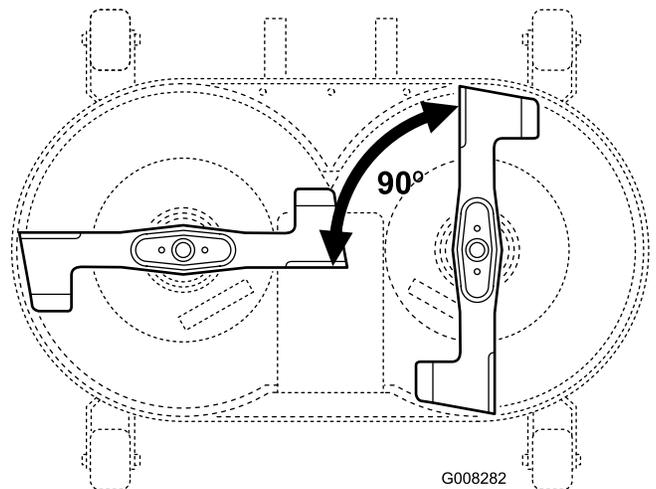

Figure 43
- Placez les lames à 90° l'une de l'autre (Figure 43).